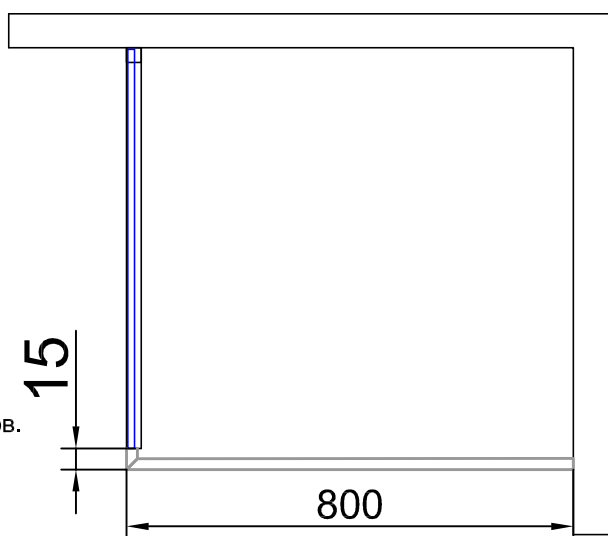

Рис. 18
5.5. Заготовку порошка разрезать по размерам рис.18. Полученные детали порошка №10 приклеить к полу силиконовым герметиком, прижав детали к профилю №3 и к стене (рис.18).